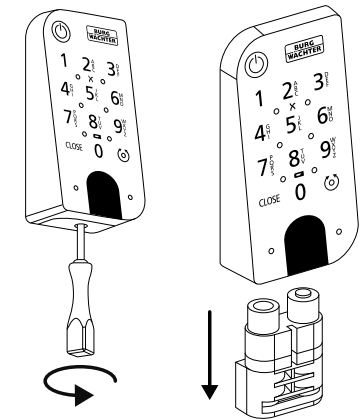

Abb. 164
- 1 Entfernen Sie die Schraube aus der Unterseite der Tastatur mit dem im Lieferumfang enthaltenen Tx8-Schraubendreher und ziehen Sie das Batteriefach nach unten heraus (Abb. 164).